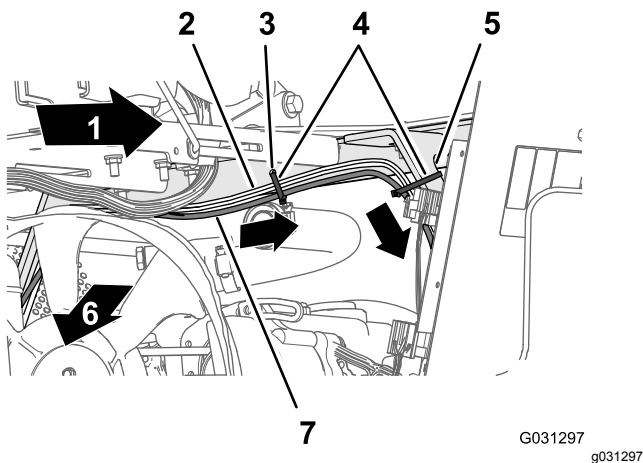
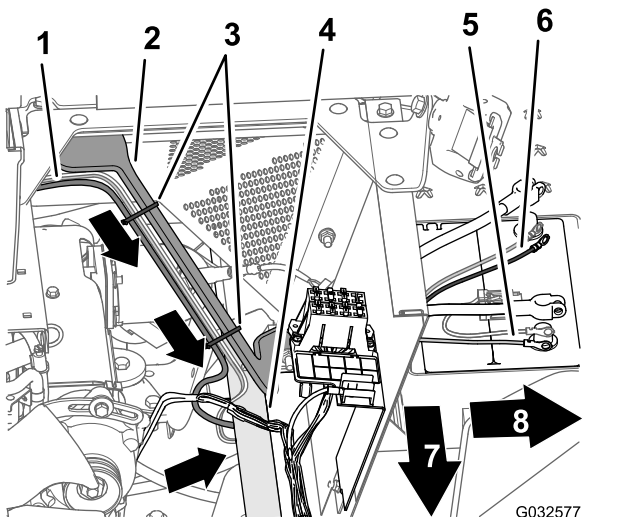

Figura 139
Figura 140
3. Passe a secção com 220 cm da cablagem elétrica para o sistema de navegação para baixo ao lado do suporte esquerdo para o resguardo do motor e debaixo do tubo da estrutura esquerdo (Figura 139).
4. Prenda a cablagem ao orifício no lado da caixa do banco e o suporte do resguardo do motor com três braçadeiras de cabos (Figura 139 e Figura 140).
5. Passe o fusível de 10 A e os terminais de anel positivo e negativo da secção com 220 cm da cablagem elétrica para o sistema de navegação pela parte superior da bateria (Figura 140).